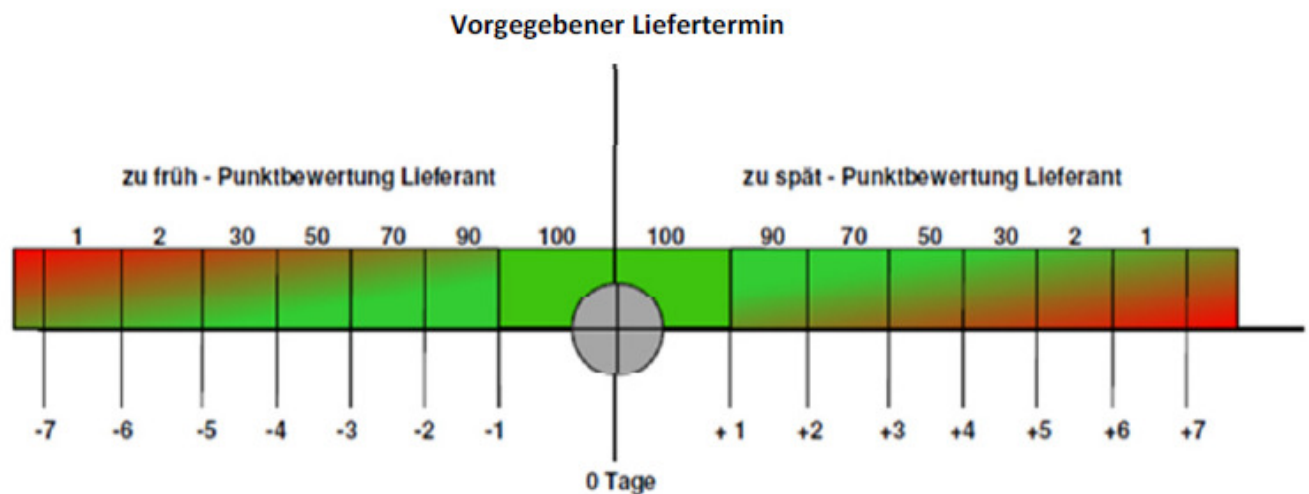

Abbildung 4-3: Definition Liefertreue bei KAESER
- Abbildung 4-3: Definition Liefertreue bei KAESER**